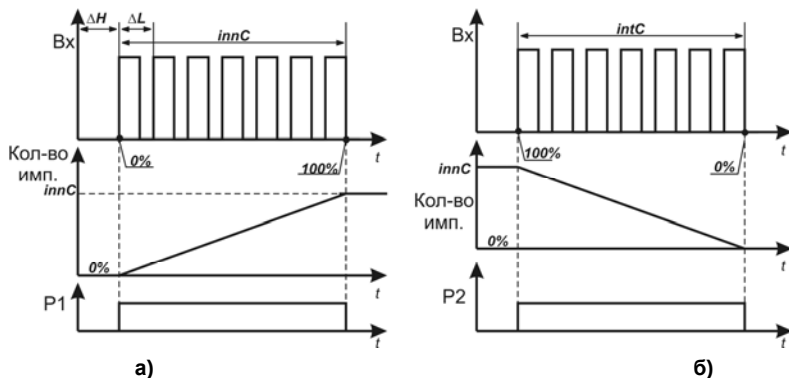

Рисунок 3.7
При **PreS** = 2 – режим работы без дожата. Открытое и закрытое положение задвижки определяется при выполнении двух условий (рисунок 3.7):
- значение времени хода задвижки находится в интервале, определяемом значениями параметров **innL** и **innH** ($\Delta L = innC - innL$, $\Delta H = innH - innC$), рисунок 3.7, а – определение открытого положения, рисунок 3.7, б – определение закрытого положения.